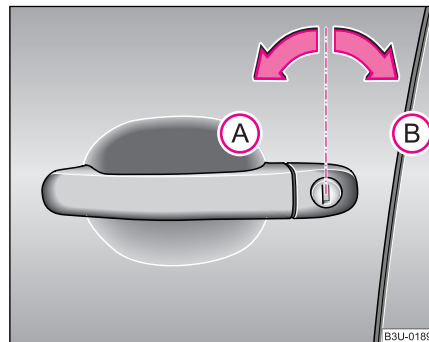

Abb. 22 Schlüssel-drehungen zum Auf- und Zuschließen
- Drehen Sie den Schlüssel im Schloss der Fahrertür nach links in die Öffnungsstellung (A) → Abb. 22.
– Drehen Sie den Schlüssel im Schloss der Fahrertür nach rechts in Schließstellung **B** ⇒ Seite 42, Abb. 22.